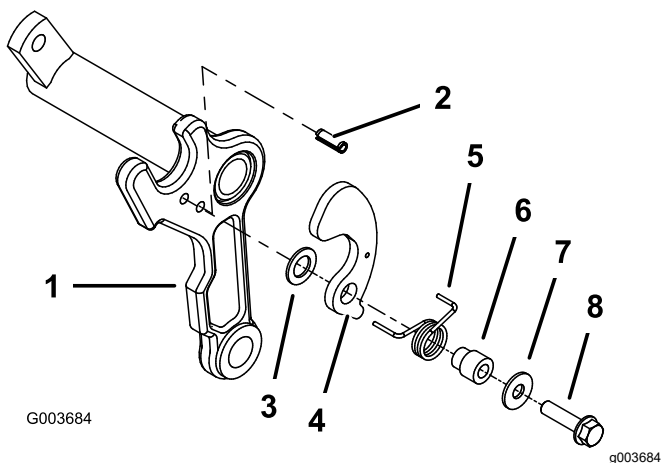

Figura 3
- Coloque um pino de segurança no orifício inferior na parte lateral adequada da estrutura de carroçaria de cada unidade de corte (**Figura 3**).
- No mesmo lado da estrutura da carroçaria em que está instalado o pino de segurança, monte uma anilha plástica, suporte do cesto, mola de torção, anel do cesto, anilha plana (11/32 x 7/8 pol.) e parafuso (5/16 pol. x 1 1/4 pol.); consulte a (**Figura 3**).